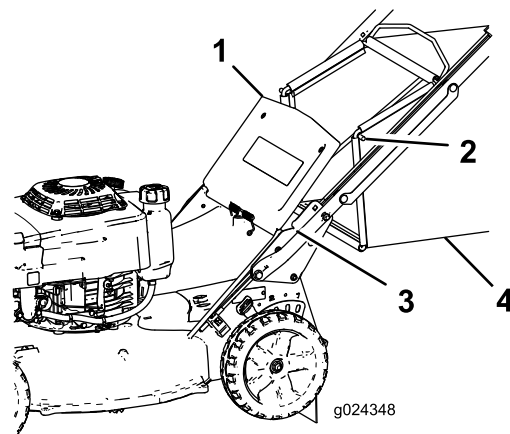

Figura 18
- Ridicați și mențineți ridicat deflectorul spate (Figura 18).
- Instalați capetele tijei sacului în canelurile de la baza mânerului și deplasați sacul înainte și înapoi, pentru a vă asigura că ai fixat capetele tijei sacului pe părțile inferioare ale celor două caneluri (Figura 18).
3. Scoateți tija sacului pentru iarbă din canelurile de la baza mânerului (Figura 18).